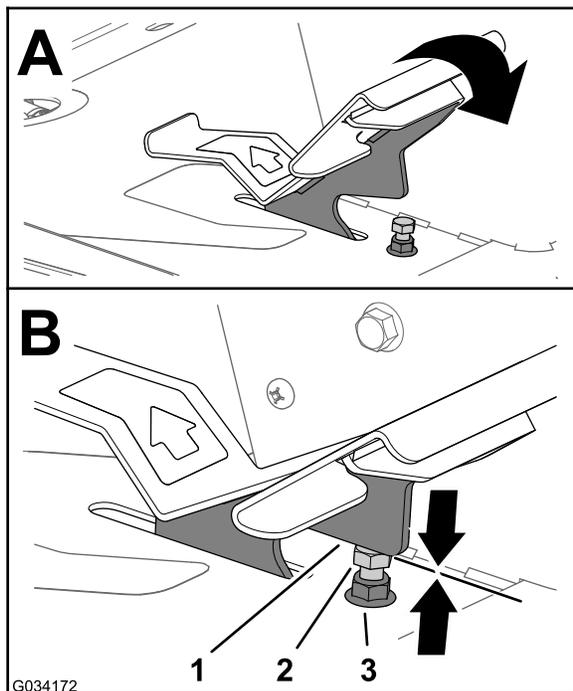
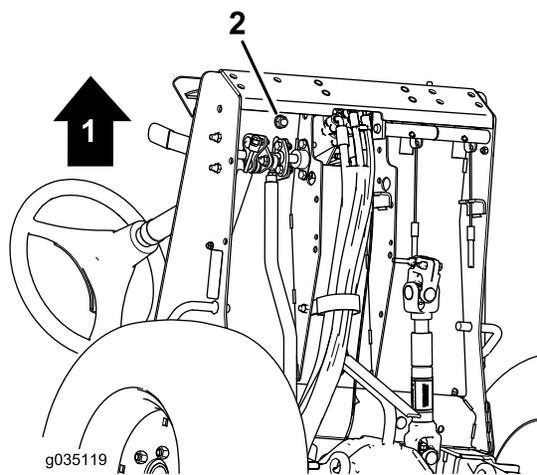

図 75
図 76
1. 走行ペダルを前進一杯に押し込む 図 75。
- A. レンチでペダルストップを押さえる 図 75。
- B. フットレストプレートの底部についているジャムナットをゆるめる 図 76。
- C. 走行ペダルを前進一杯にする 図 75。
- D. ペダルストップを押さえておいて、フットレストプレートの上側にあるジャムナット 図 75を調整して走行ペダルをストップに接触させる。
- F. ペダルストップを押さえた状態でフットレストプレート底部のジャムナット 図 75 と 図 76を 37-45 N·m 3.7-4.6 kg·m = 27-33 ft·lb にトルク締めする。